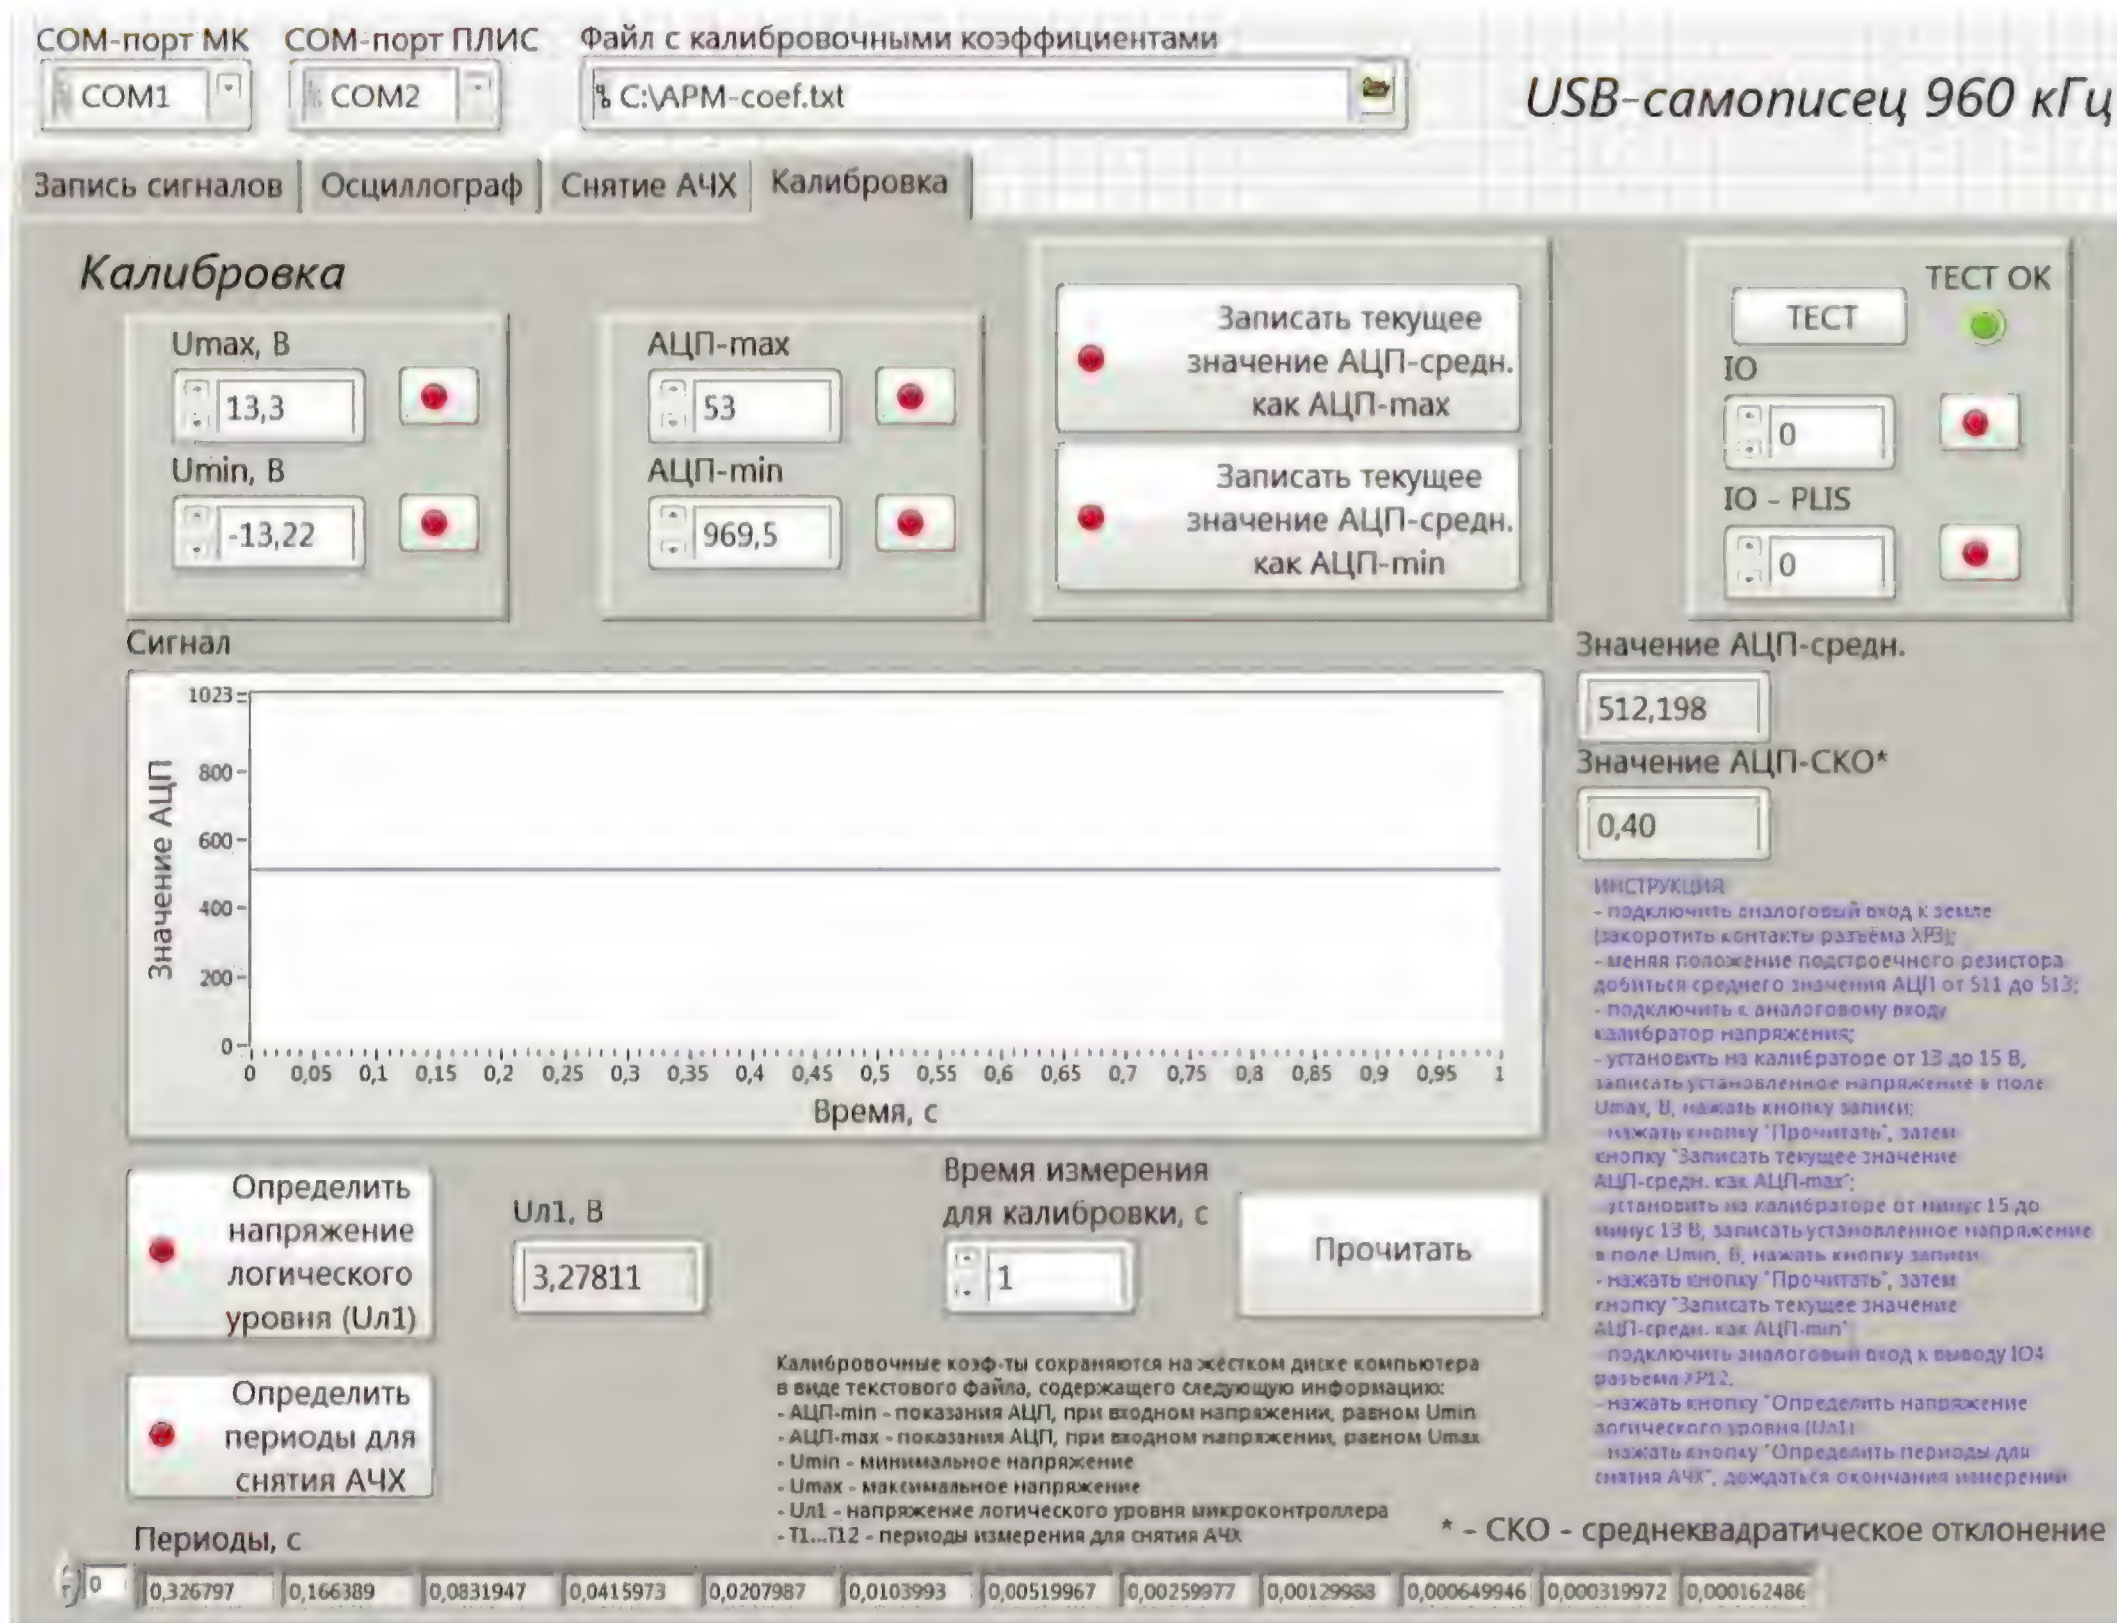

Рис. 16
**Вкладка "Калибровка"** изображена на **рис. 16**. При выполнении этой операции необходимо задать зависимость